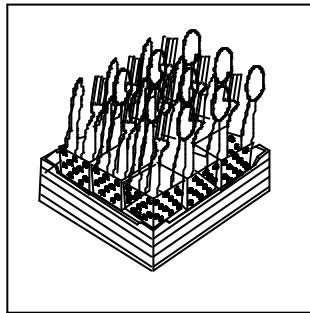

Fig. 10
- Colocar los platos en las cestas de púas según se indica en (Fig. 10).